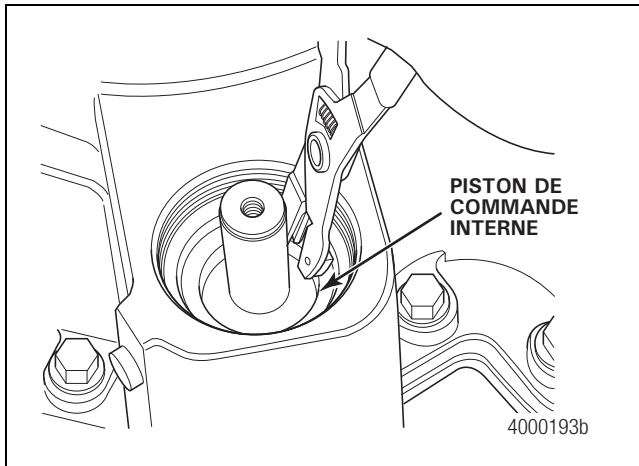

Figure 4.16
5. Pour retirer le piston interne, réinstaller et serrer à la main le cylindre de commande. Injecter de l'air comprimé par l'orifice d'entrée du pignon de gamme haute. Dès que l'air repousse le piston interne vers le HAUT, retirer l'anneau élastique et le piston interne. Figure 4.16.